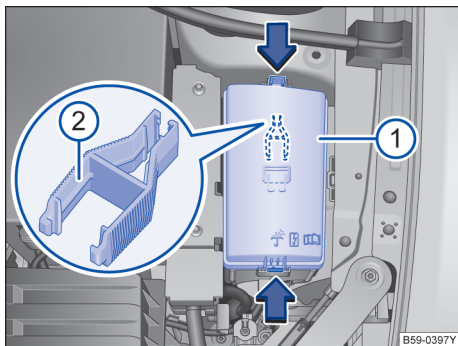

图 200 发动机舱内：保险丝盒盖板
- 沿箭头方向按压锁止按钮，以便将保险丝盒的盖板→图 200 解锁。
用来拔出保险丝的塑料夹钳→图 200 ② 位于发动机舱保险丝盒盖板的内侧。